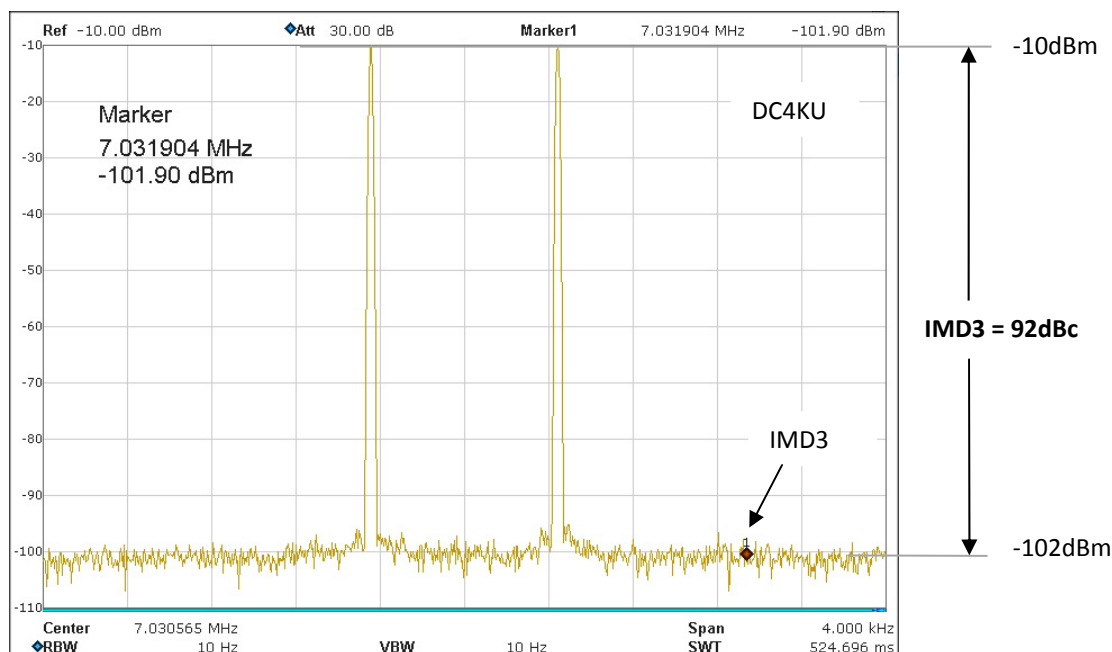

Bild 4: IM3-Festigkeit des HF-Zweitongenerators, IMD3 Abstand > 92dBc
- MD3: Der Intermodulationsabstand des 2-Tongenerators in **Bild 4** beträgt über 92dBc und die IM-Produkte liegen unterhalb der Messgrenze des Analysators.